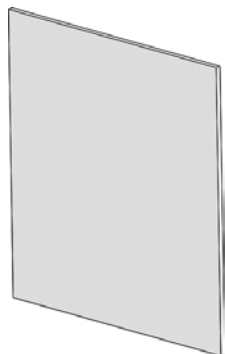

图 7-79 自外部导入的“墙”文件效果
STEP 3 双击创建的“家用电器”装配体文件，打开 SolidWorks 三维操作界面（应提前打开“Electrical”插件）。首先单击“装配体”选项卡中的“插入零部件”按钮，自外部导入本书提供的素材文件“墙.SLDPRT”（图 7-79），作为所有电气件的附着物。